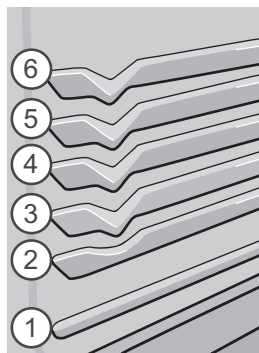

Fig. 1
6. Placez la lèchefrite sur la grille du four (le cas échéant, fig. 1 et 2).